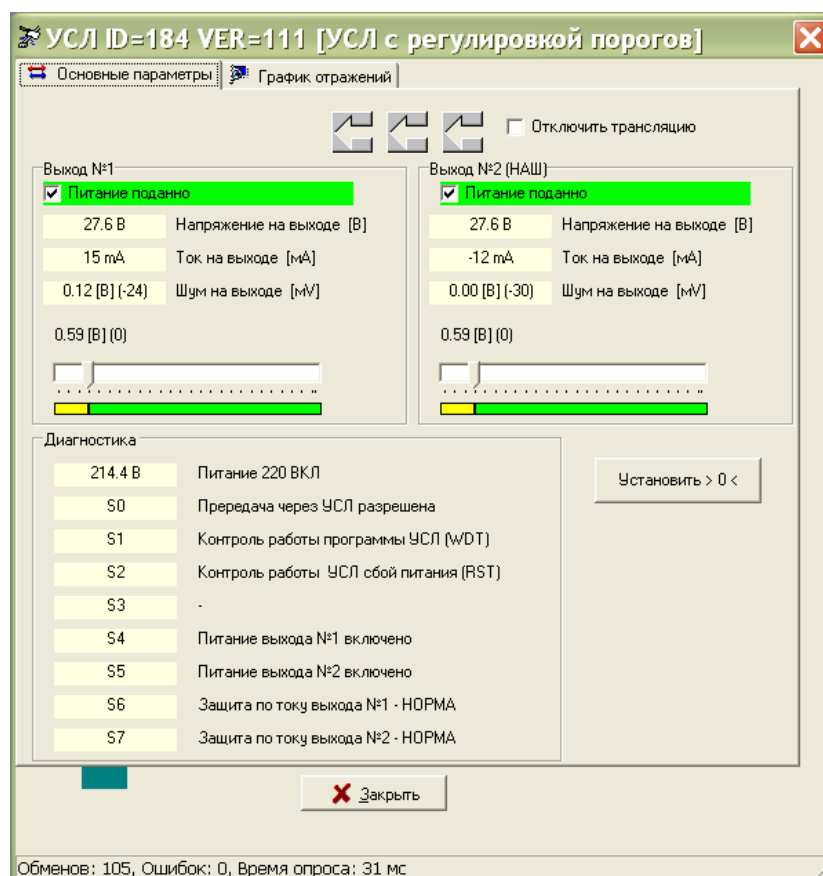

Рисунок 14
- 4) Выбрать найденный блок в таблице устройств и нажать кнопку «Тест». Откроется окно с параметрами блока (рисунок 14).
6) Установить галочку «Питание отключено». Проверить отсутствие сообщений, выделенных красным цветом: «Отключено питание выхода» (рисунок 14). При помощи вольтметра убедиться в наличии напряжения на включенном выходе.
- 6) Нажать на кнопку «Установить 0» в поле «Диагностика» (рисунок 14). Значение в поле «Ток в линии СОС-95» должно стать $0 \pm 20 \text{ мА}$.
- 7) Проверить отображение средних значений напряжений шума на выходах 1 и 2 «Шум на выходе», которое должно быть не более 80 мВ (рисунок 14).